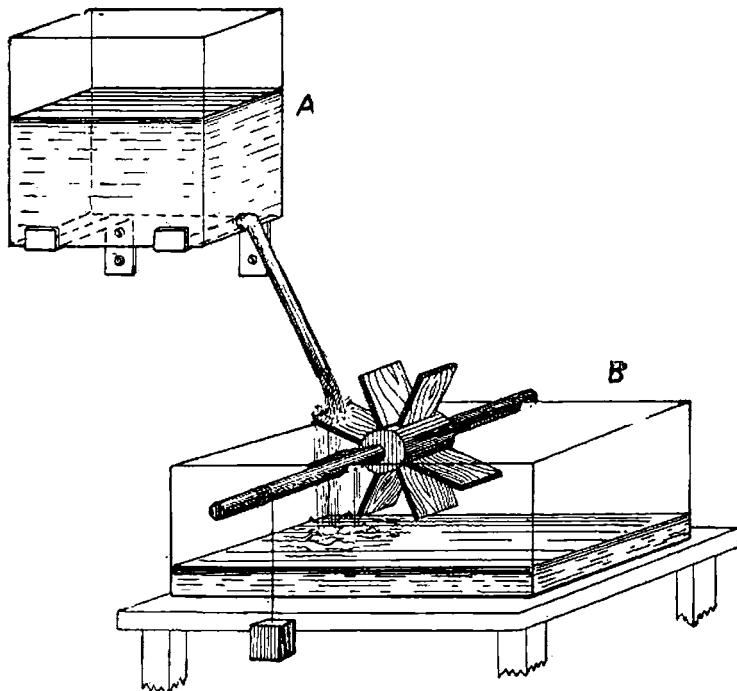

Fig. 35. — Lucrul mecanic produs de căderea apel.
21. Lucrul și puterea curentului. În fața capătului de jos al conductei de legătură între vasele A și B, fig. 35, instalăm o morișcă. Pe arborele ei înfășurăm o sfoară de care atârnăm o greutate.